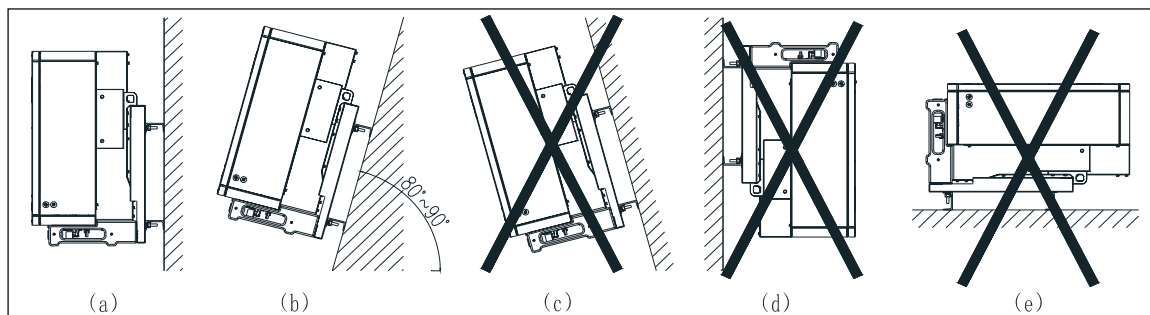

Figura 3.2: Método de montagem do inversor e suporte.
1. Método de Instalação (Figura 3.2)